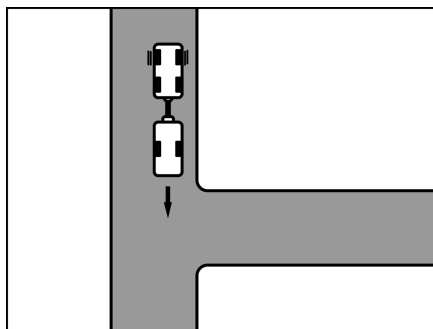

Fig. 9 Svolta all'incrocio
- Avvicinarsi all'incrocio, fino a che la coda del caravan si trovi all'altezza di questo (Fig. 9).